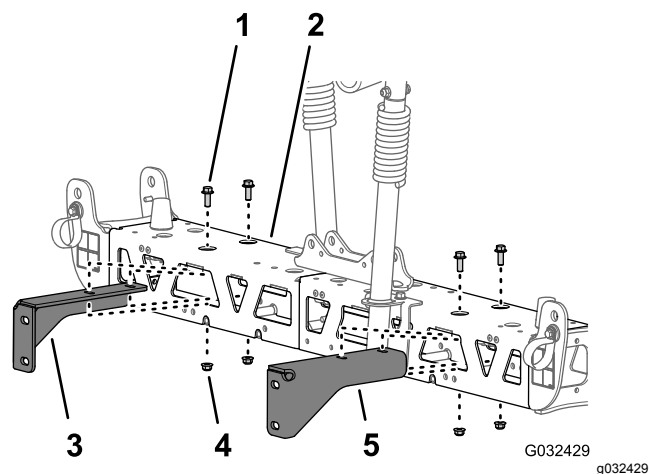

Figura 49
2. Rimuovete i 2 bulloni a testa flangiata (3/8" x 1") e i 2 dadi di bloccaggio flangiati (3/8") che fissano la staffa di supporto alla sezione di irrorazione centrale e rimuovete la staffa (Figura 49).
3. Rimuovete i 2 bulloni a testa flangiata (3/8" x 1") e i 2 dadi di bloccaggio flangiati (3/8") che fissano l'altra staffa di supporto alla sezione di irrorazione centrale e rimuovete la staffa (Figura 49).